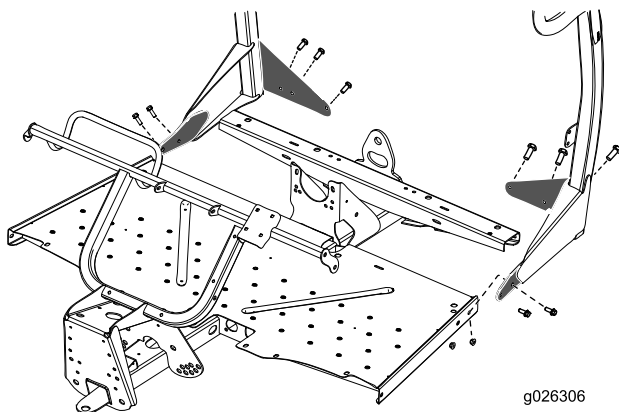

Figure 6
1. Positionnez le système ROPS sur la machine, comme montré à la Figure 6, en alignant les trous de montage sur les côtés et l'arrière.
3. Fixez le système ROPS aux côtés du panneau de plancher au moyen des 4 boulons (3/8 po) et 4 écrous (3/8 po) restants (Figure 6).